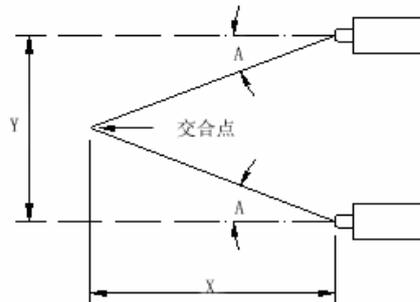

图 1
3.2.1 如图 1, X 代表希望能检测到乘客的最远距离, Y 代表安装在扶梯入口的传感器之间距离,  $\angle A$  表示安装传感器时需要向内倾斜的角度。根据勾股定律计算可以知道: